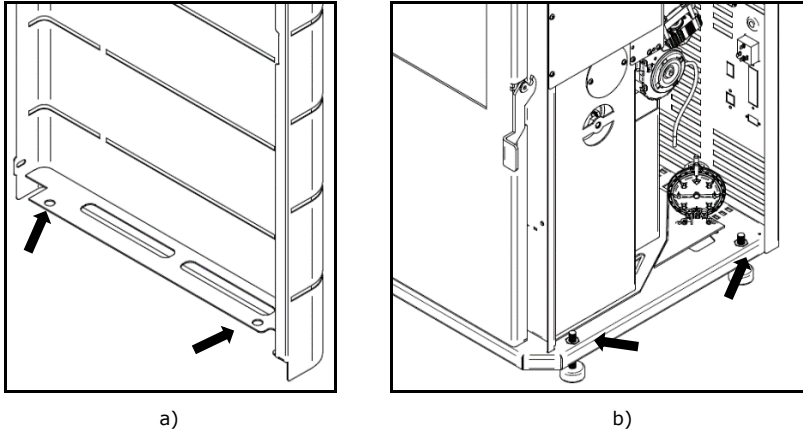

Figura 22 - Encaje lateral inferior de las envolventes
b) Encajar los agujeros inferiores de las capas laterales (Figura 22-a) en los guías que se encuentran en el fondo de la máquina (Figura 22-b).